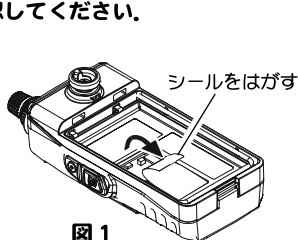

図1
1. FT-270 の電源を切り、電池パックを外してシールをはがします (図1)。